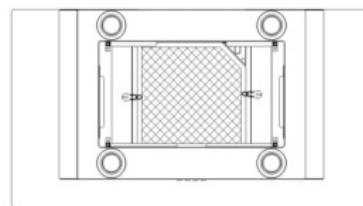

Abbildung 13
3. Danach setzen Sie den vorderen Rand des Aktivkohlefilters in der Nut der Dunstabzugshaube ein. Senken Sie den hinteren Rand des Aktivkohlefilters ab, bis er mit einem Klick in seiner Position der rechteckigen Öffnung sitzt. Heben Sie die beiden Befestigungsschienen an und bringen Sie sie in eine horizontale Position über den Aktivkohlefilter. Siehe Abbildung 13.